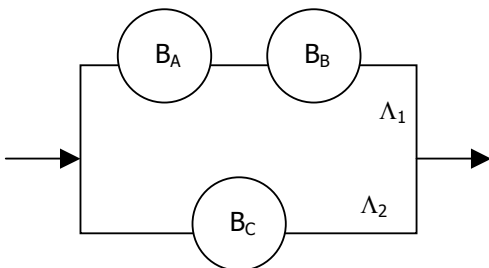

Figura 1: Sistema de Bombas
2. Se desea estudiar la configuración de un sistema de bombas en distintas situaciones en cuanto a caudales y alturas de elevación. El sistema consiste en dos bombas en serie, puestas en paralelo con una tercera bomba (ver figura 1). Por cada rama del sistema existen pérdidas friccionales que se pueden calcular como $\Lambda_i = \alpha_i \cdot Q_i^2$, donde α_i es una constante y Q_i es el caudal que circula por la rama i.